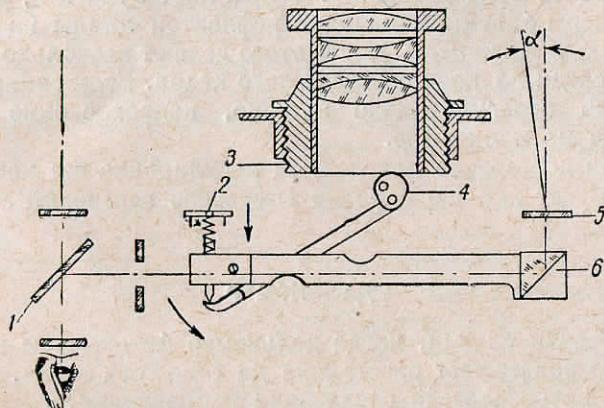

Рис. 87. Схема дальномера:
**Юстировка дальномера смещением кулачка** (рис. 87) производится следующим образом. Берется небольшой лист белой бумаги, на котором тушью жирно наносится перекрестье. Затем аппарат устанавливают так, чтобы от задней его стенки до перекрестья расстояние равнялось 1 м. Ставясь не сбить установленное расстояние, совмещают в дальномере перекрестье и проверяют показания шкалы расстояний объектива. Если шкала объектива покажет больше метра, то кулачок поворачивается влево. Если же на шкале расстояний показания будут меньше метра, то кулачок поворачивают вправо.